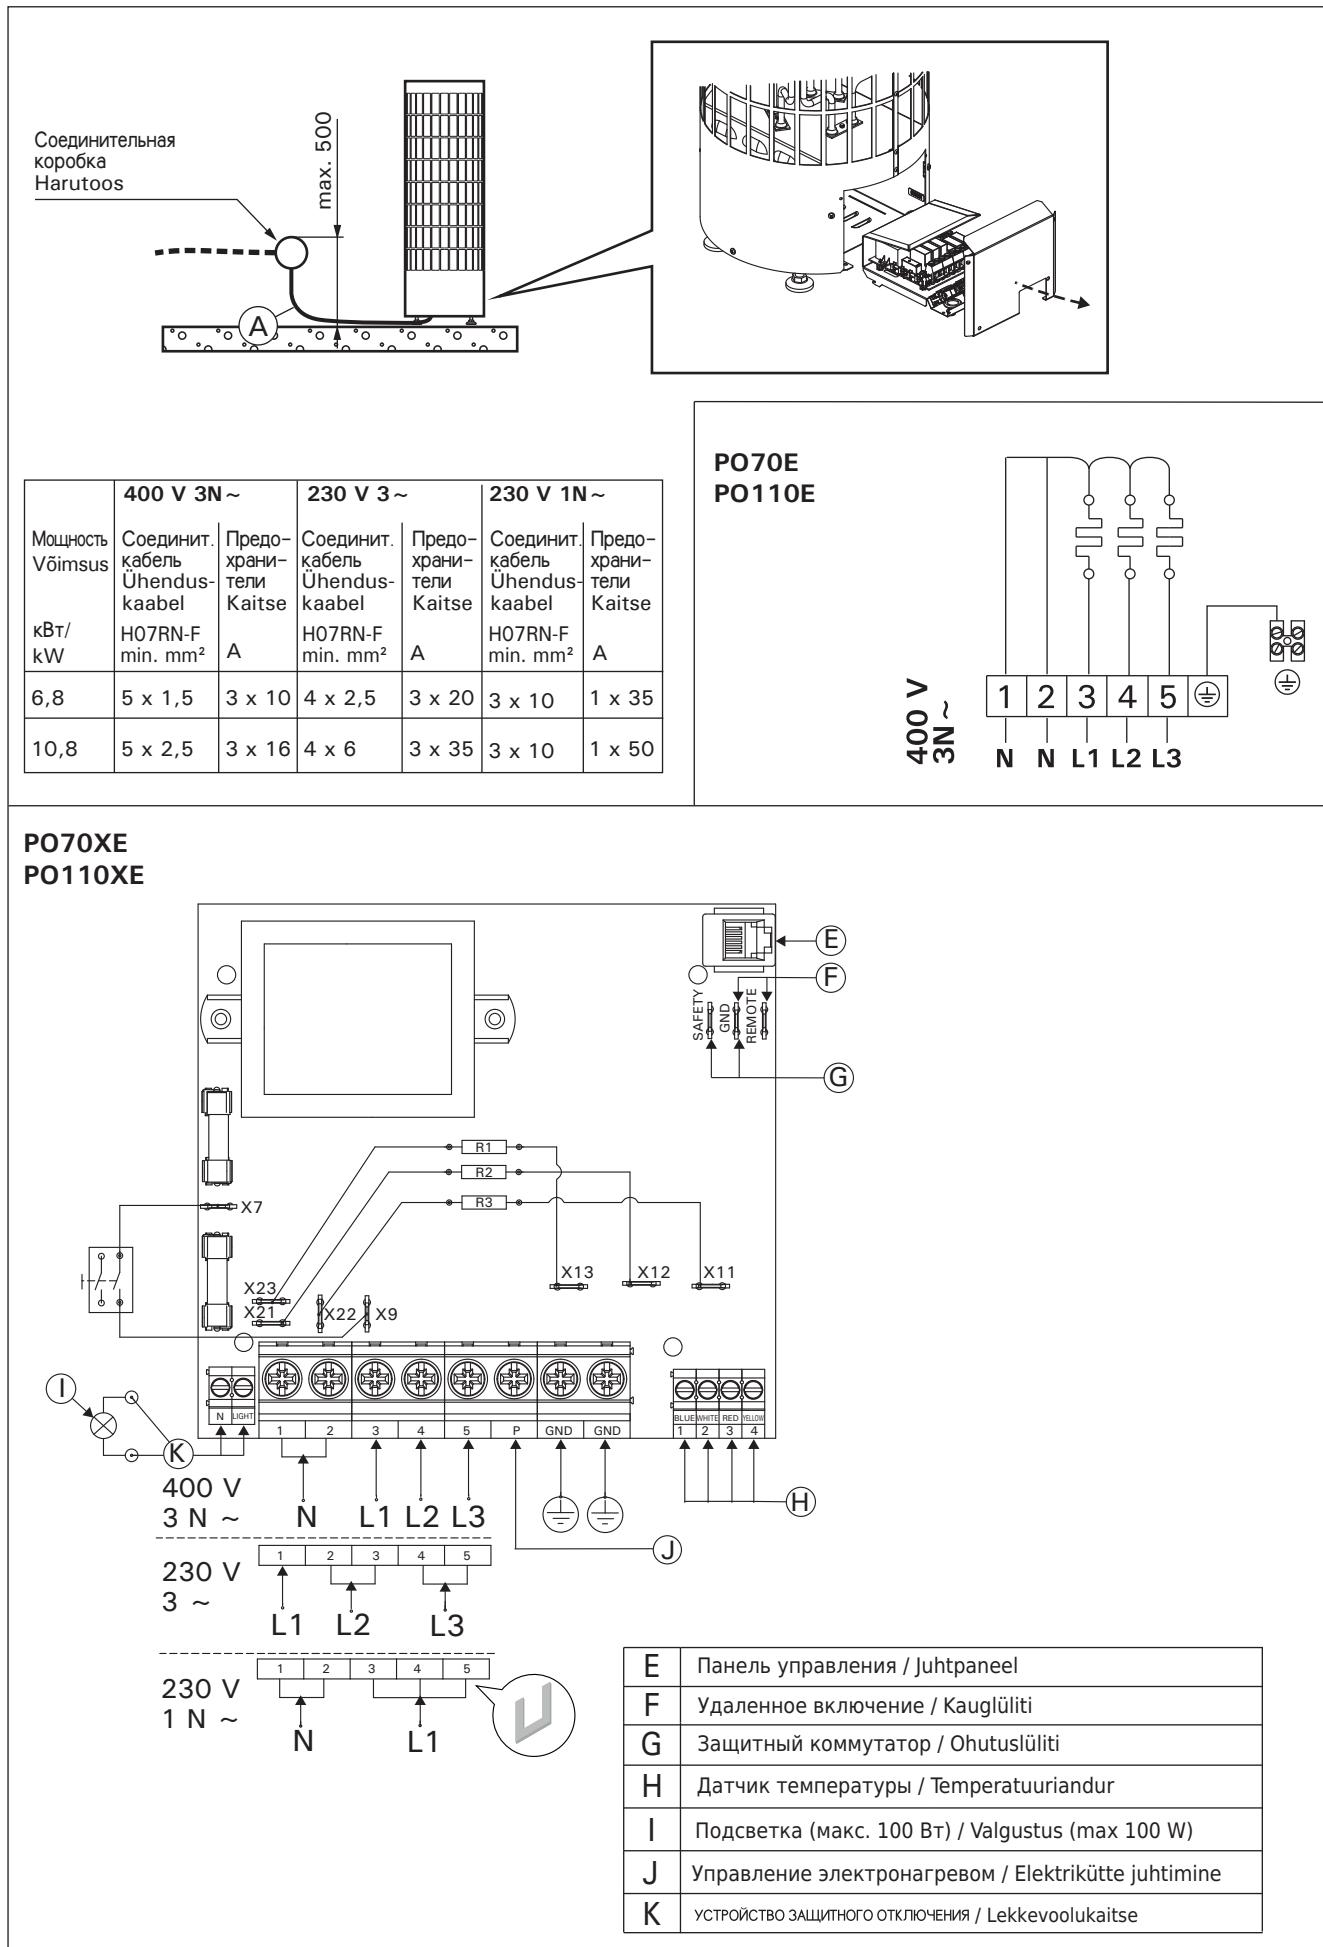

Рисунок 7. Электрические подключения
- В качестве кабеля (рис. 7: А) следует использовать резиновый кабель типа HO7RN-F или подобный. **ВНИМАНИЕ! Использование изолированного ПВХ кабеля запрещено вследствие его разрушения под воздействием тепла.**
- Кроме разъемов питания каменки РО оснащены также разъемом (Р), который делает возможным управление электрическим нагревом (см. рис. 7). Кабель управления электро-отоплением подводят прямо к розетке каменки и дальше с помощью резинового кабеля, равного по толщине кабелю подключения, к клеммнику.